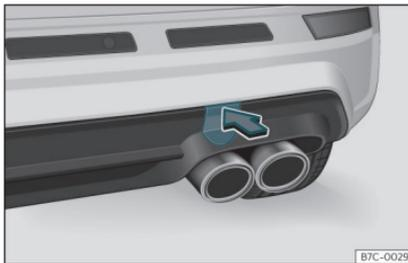

Fig. 43 Sul lato destro del paraurti posteriore: estrarre il coperchio.
L'alloggiamento dell'occhiello di traino avvitabile è situato sul lato destro del paraurti posteriore, dietro a un coperchio»» fig. 43.
- Per sbloccarlo, premere sull'area superiore del coperchio»» fig. 43.